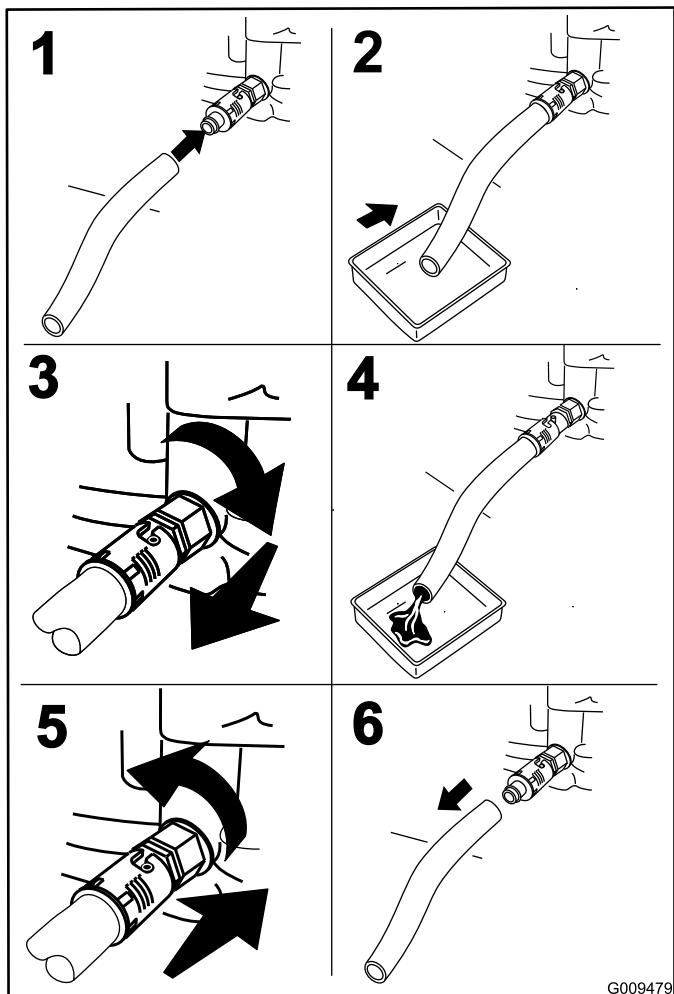

図 43
3. エンジンを停止させ、キーを抜き取り、各部が完全に停止したのを確認してから運転位置を離れる（図 43）。